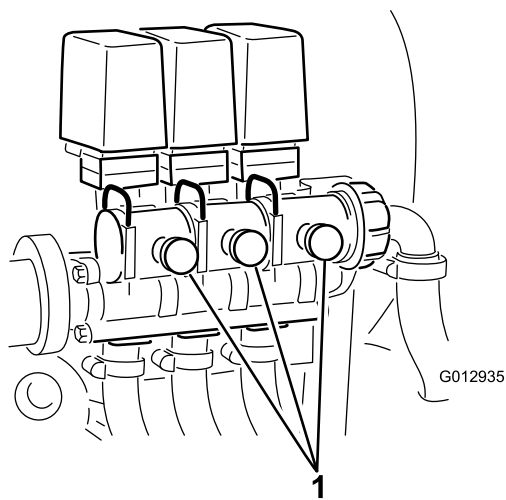

Figura 43
12. Ajuste la válvula de retorno del brazo que cerró (Figura 43), situada en la válvula de control de ese brazo, hasta que la presión marcada en el indicador sea la misma que en el paso 9.